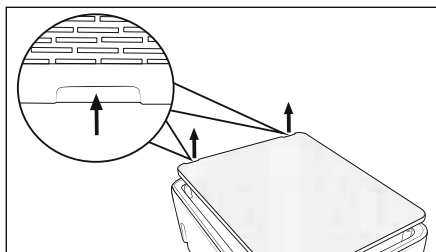

Abb. 5
- ◆ Nehmen Sie die Abdeckung **6** an den Griffmulden an der oberen Seite des Geräts ab (siehe Abb. 5). Saugen Sie, mit einem Staubsauger, die Abdeckung **6** von beiden Seiten ab. Eine Reinigung des EPA-Filters **7** ist nicht nötig. Befestigen Sie die Abdeckung **6** wieder auf dem Gerät, sodass sich die Griffmulden an der oberen Seite des Geräts befinden.